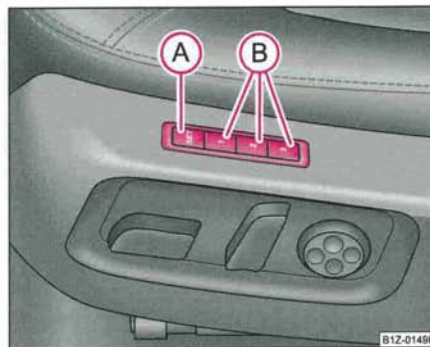

Fig. 62 Siège du conducteur: Touches de mémorisation et touche SET
- Appuyez sur la touche **SET** (A) ⇒ page 85, fig. 62.
- Appuyez sur une des touches de mémorisation (B) dans les 10 secondes qui suivent la pression sur la touche **SET** - un son confirme la mémorisation du réglage du siège.
- Appuyez sur la touche de mémorisation (B), avec laquelle la position de votre siège a été mémorisée, dans les 10 secondes qui suivent la pression sur la touche **SET** - un son confirme la mémorisation de la position des rétroviseurs extérieurs pour reculer.
Le système Memory vous permet de mémoriser la position choisie par le conducteur pour les sièges et les rétroviseurs extérieurs. Chacune des trois touches de mémorisation (B) ⇒ page 85, fig. 62 correspond à une position différente, donc trois au total. Après une pression sur la touche de mémorisation (B) voulue, le siège et les rétroviseurs extérieurs se mettent automatiquement sur les positions affectées à cette touche ⇒ page 87.
- **Appel automatique par effleurement:** Appuyez brièvement sur la touche de mémorisation (B) ⇒ page 85, fig. 62 voulue. Le siège et les rétroviseurs extérieurs se placent automatiquement sur les positions mémorisées (mais seulement si le contact a été mis et si la vitesse est inférieure à 5 km/h).
- **Touche de mémorisation:** Appuyez sur la touche de mémorisation (B) voulue et maintenez-la jusqu'à ce que le siège et les rétroviseurs extérieurs se soient mis sur les positions mémorisées.